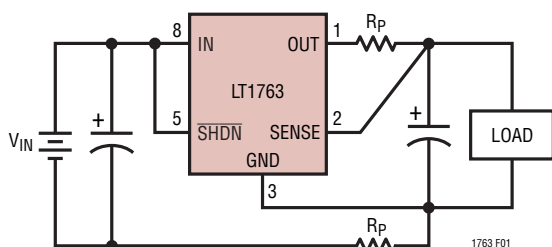

図1. ケルビン検出接続
**SENSE (ピン5/ピン2):** 出力検出ピン。LT1763の固定電圧バージョン(LT1763-1.5/LT1763-1.8/LT1763-2.5/LT1763-3/LT1763-3.3/LT1763-5)では、SENSEピンはエラーアンプへの入力です。SENSEピンがレギュレータのOUTピンに接続される場合に、最適なレギュレーションが得られます。クリティカルなアプリケーションでは、レギュレータと負荷の間のPCトレースの抵抗(Rp)によって小さな電圧降下が生じます。この電圧降下は図1に示すように(ケルビン検出接続)、SENSEピンを負荷のところで出力に接続することにより除去できます。